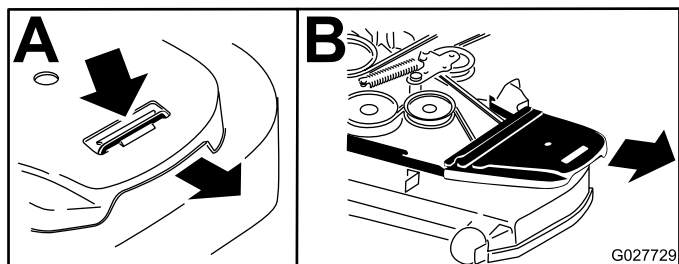

Figure 80
4. Retirez les couvercles de courroie (Figure 80).